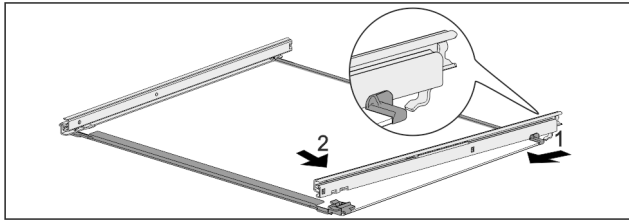

Fig. 116 Tablette en verre avec rails
- ▶ Accrocher le rail à l'arrière. Fig. 116 (1)
- ▶ Accrocher le rail à l'avant. Fig. 116 (2)